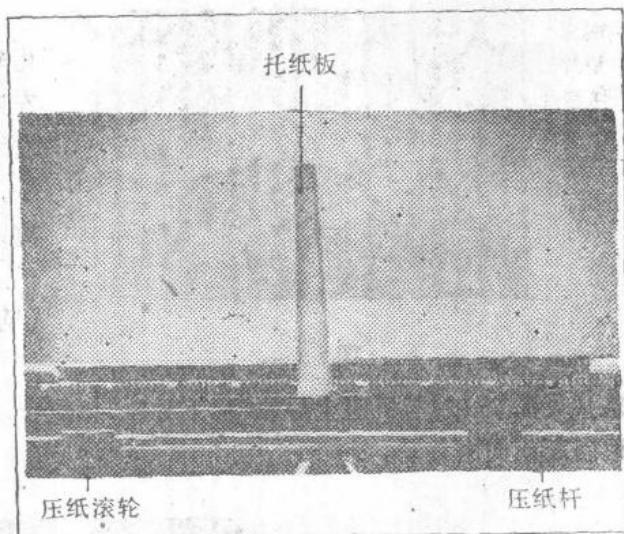

图 2-6
D. 压纸 压纸用压纸杆，压纸杆上有两个滚轮（见图 2-6），滚轮可左右移动。压纸杆右端有扭簧，起压紧纸的作用。压纸杆上有 88 格刻度，表示一行内最多可打 88 个字符。
E. 托纸 托纸板处在机头中央（见图 2-6）。长空牌机与飞翔牌机撤托纸板底部，英雄牌机扳动机头右角托纸板扳手，使托纸板自动伸出。托纸板用铆钉铆在小皮辊托板上，由托纸板底部的凸块控制松紧。